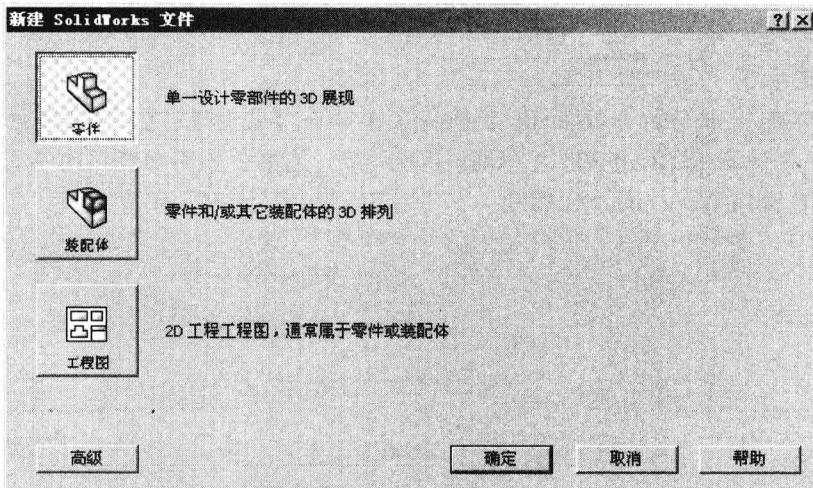

图1-1
(1) 单击工作界面上部的 按钮或选择菜单命令【文件】/【新建】，弹出图 1-1 所示的【新建 SolidWorks 文件】对话框，图中提供了零件、装配体和工程图 3 种文件类型。